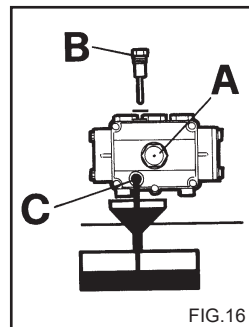

FIG.16
- 1) Skru opp drens-skruen på undersiden av pumpen (fig. 16 C).
- 2) Bruk peilepinnen til å skru av dekslet (fig. 16).